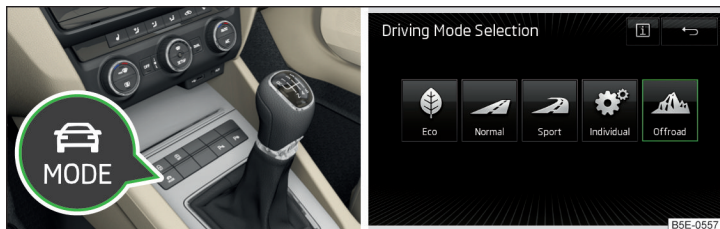

Fig. 242 Tecla para la selección del modo de conducción / Superficie funcional en la pantalla Infotainment
➤ Para **activar**, presionar la tecla » fig. 242.
En la pantalla Infotainment aparece un menú del modo de conducción » fig. 242.
- Para la **desactivación**, pulsar la tecla » fig. 242 y seleccionar en la pantalla del Infotainment otro modo de conducción que no sea **Offroad**.